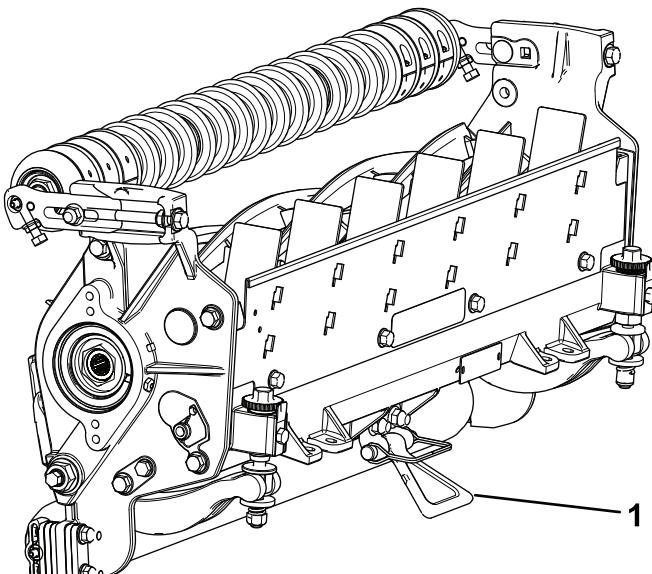

图12
**重要事项** 确保底刀架调节螺丝后端上的螺母不与工作表面接触使用支架 图12。